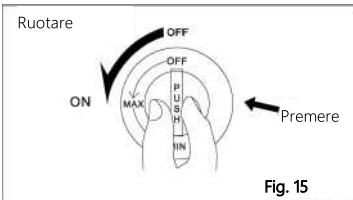
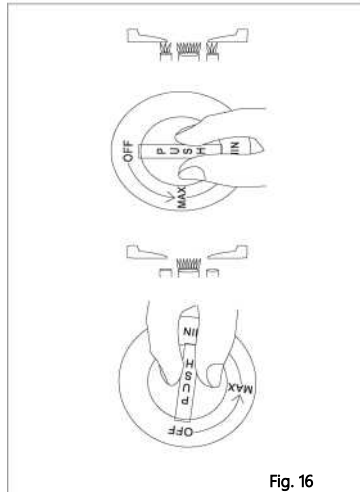

Fig. 15
Fig. 16
A. Aprire il rubinetto principale del gas, premere la manopola di regolazione del gas e ruotarla in senso MAX (in senso antiorario) finché non si sente lo scatto del dispositivo di accensione. Accertarsi che il bruciatore sia acceso (Fig. 15). A questo punto si accenderanno il piccolo e il grande bruciatore dal bruciatore doppio. Per utilizzare solo il piccolo bruciatore, liberare la manopola di regolazione del gas e ruotarla in posizione MIN (Fig. 16)